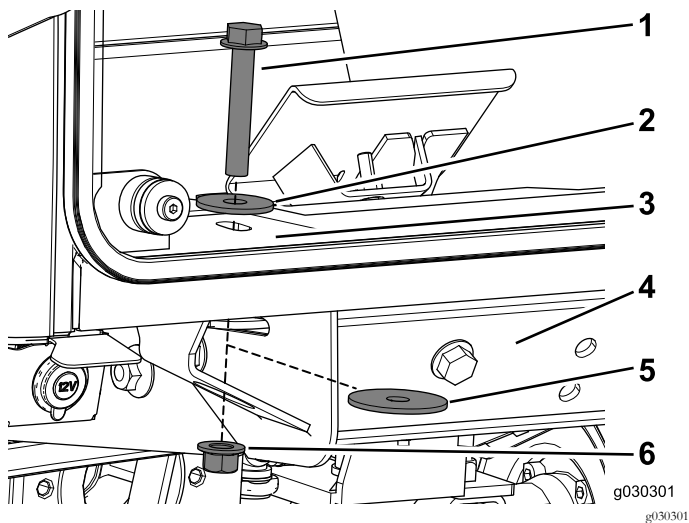

図 20
7. ボルト 1/2 x 3 インチ、スラストワッシャ、大きいワッシャ、ロックナットを使って、キャブを前マウントに固定する 図 20。